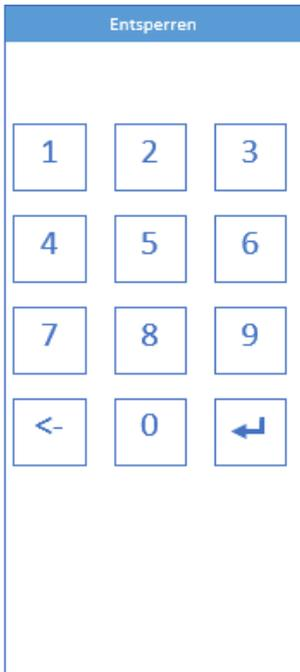

Abbildung 6: Entsperren
- 5 Beide Druckpumpen durch Öffnen des schwarzen Fülldeckels entlüften, bis Wasser austritt (siehe Abbildung 6)